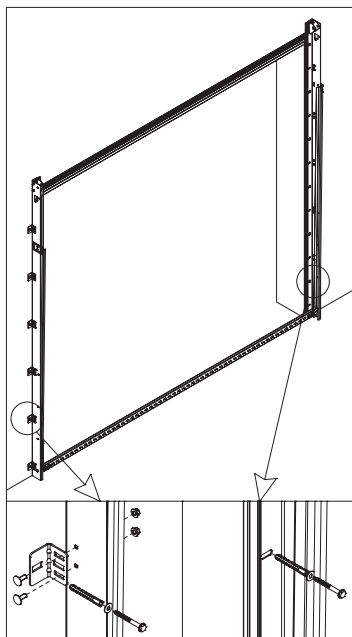
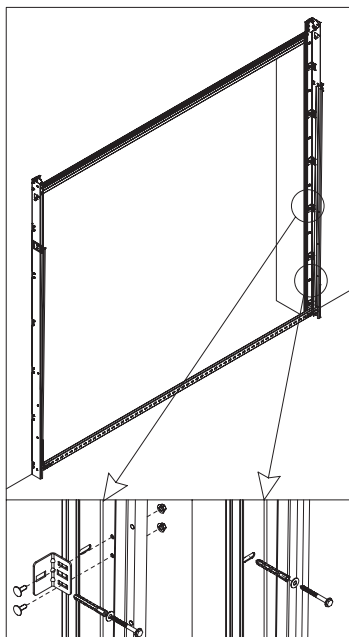

Рис. 9.1.
Рис. 9.2.
- 4) закрепить на стойках усиливающие боковые кронштейны при помощи болтов М6×16 с полукруглой головкой и гаек с буртиком. На рис. 9.1 показан вариант установки усиливающих боковых кронштейнов снаружи опорных стоек, на рис.9.2 – внутри.